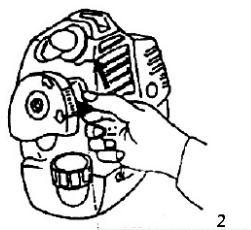

Fig. 9
- Mutați maneta de accelerație în poziția complet închisă (partea indicată). Când combustibilul este gata și motorul este cald, mutați maneta de alimentare cu aer în poziția complet deschisă (partea indicată) (Fig. 9).